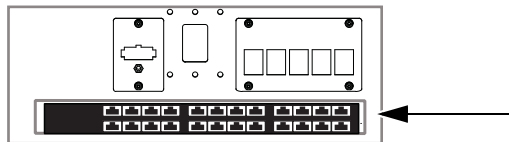

Figure 10. Vue arrière d'un bac avec un commutateur Ethernet
- Placez le commutateur dans le bac de sorte que ses ports soient dirigés vers l'arrière du châssis (les ports doivent être visibles à travers l'ouverture horizontale de la plaque de connexion arrière, comme représenté sur la Figure 10).